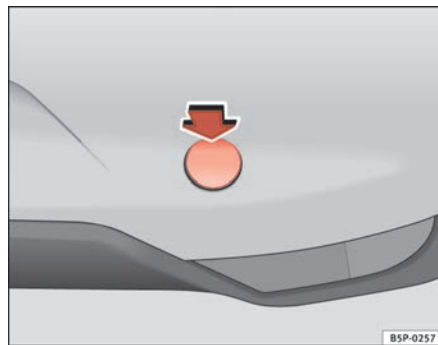

Fig. 207 Copertura del gancio di traino posteriore
- Aprire il coperchio premendo sulla sua parte superiore nel senso della freccia ⇒ **fig. 207**.